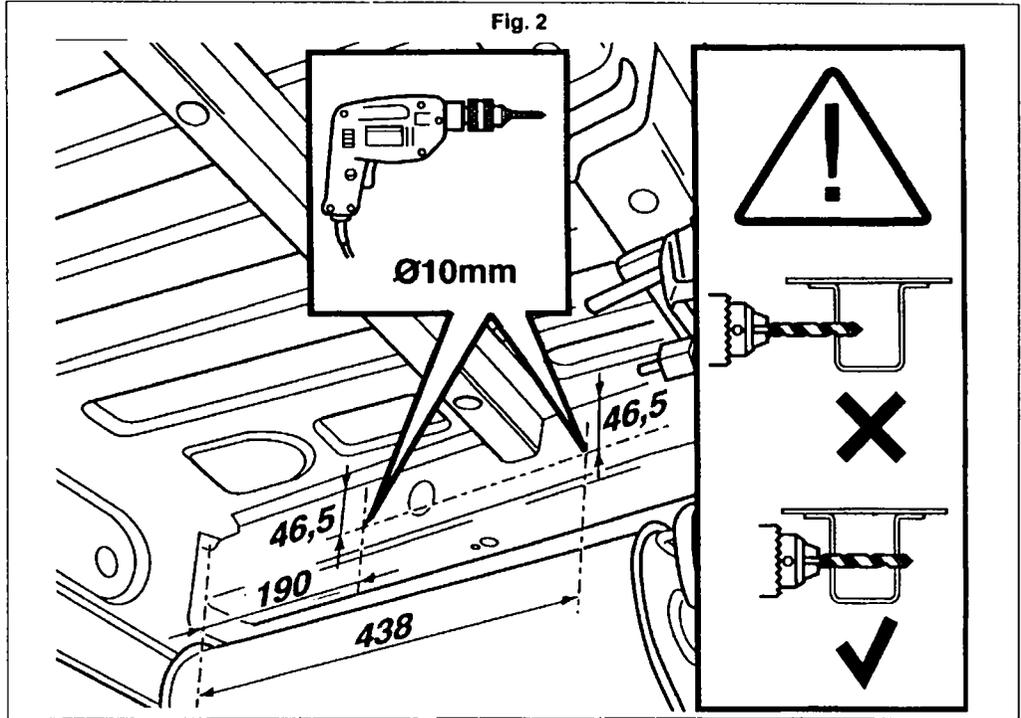

Fig. 2
9. Mark the holes "E" on the inside of the LH chassis as shown in figure 2. Drill the holes "E" through the chassis to \varnothing 10 mm.
9. Marquer les trous "E" à l'intérieur du châssis gauche suivant la figure 2. Percer les trous "E" par le châssis au \varnothing 10 mm.
9. Marker hullerne "E" på indersiden af det venstre chassis ifølge fig. 2. Bor hullerne "E" gennem chassiset (\varnothing 10 mm).